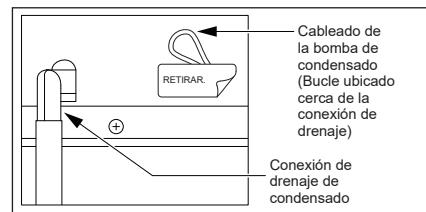
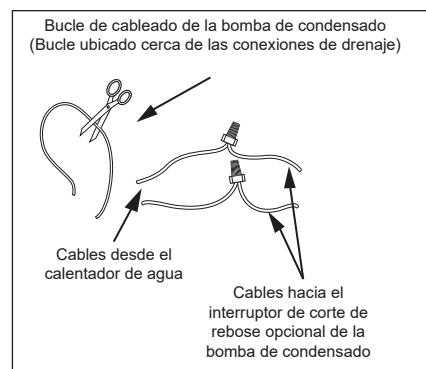

Figura 14 - Cableado de la bomba de condensado.
Figura 15 - Bucle de cableado para la conexión a la bomba de condensado.
- 1** Ubique el bucle de cableado junto a la conexión de drenaje de condensado y quite la etiqueta (Figura 14). Corte el bucle y pele el aislamiento de los dos extremos (Figura 15).